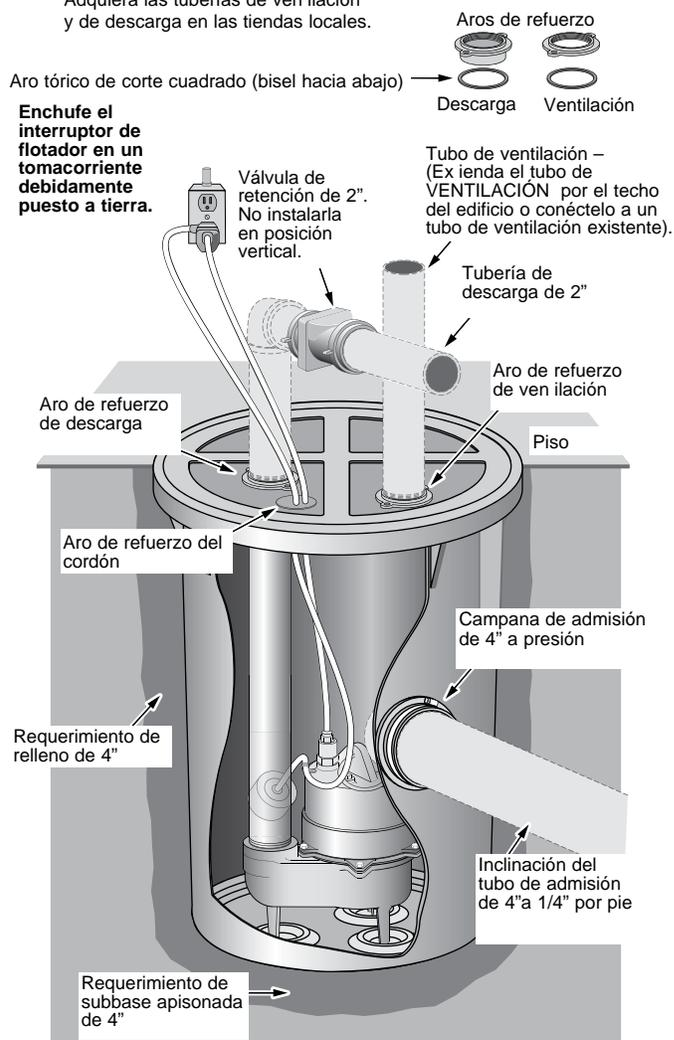

Figura 1 – Instalación típica
Consulte la figura 1.
1. Cave el pozo para el depósito de aguas residuales y la subbase. El pozo debe ser lo suficientemente profundo para que el piso terminado quede al ras con la parte superior del depósito. Consulte la Figura 1, página 15.
11. Instale la válvula de retención de 2" en la porción horizontal de la tubería de descarga. Consulte la Figura 1. Asegúrese de que la flecha que indica el flujo señale en dirección opuesta a la bomba. Esta válvula de retención evitará que el agua corra de regreso hacia el depósito cuando la bomba no esté funcionando.